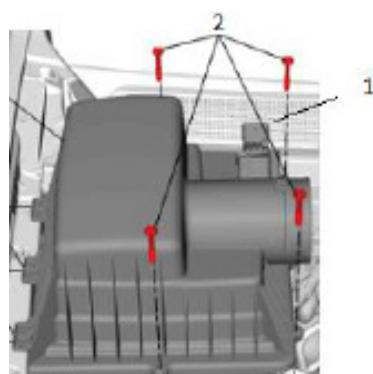

Figura 1
- Desconectar sensor MAF (1 en la Figura 1). Afloje la abrazadera y retire el ducto de la cubierta del motor de la tapa de la caja de aire de fábrica. Afloje los cuatro tornillos (2) y retire la tapa de la caja de aire de fábrica del alojamiento de la caja de aire de fábrica. La caja de aire no saldrá fácilmente a menos que retire la tapa primero.